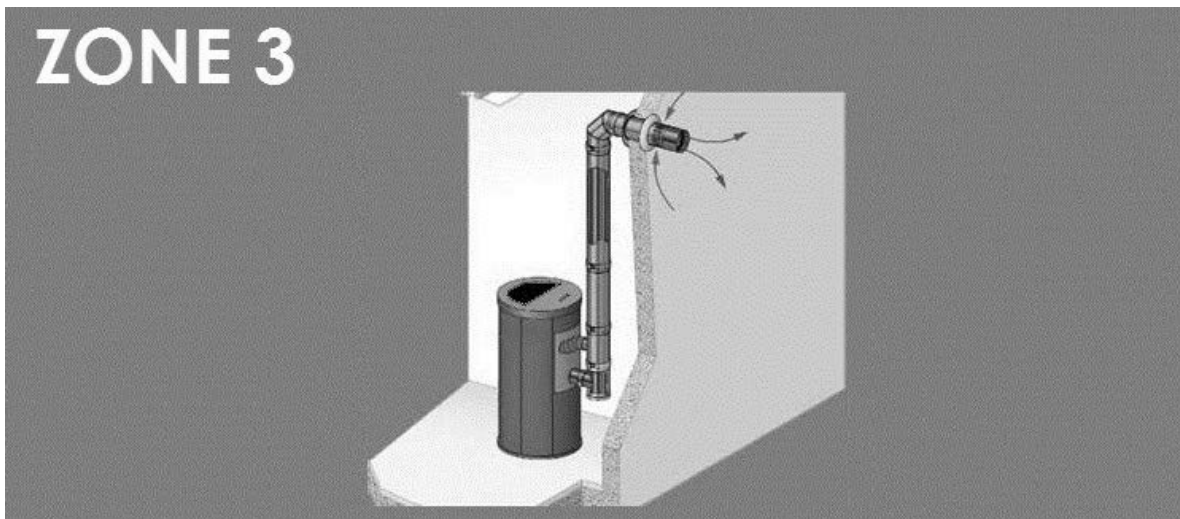
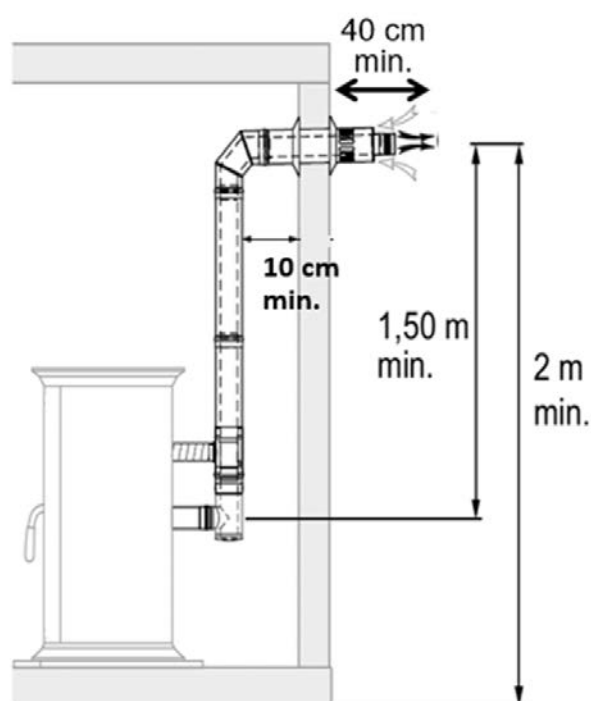

Fig. 15 - Schéma de principe du système concentrique avec terminal horizontal (ZONE 3)
Fig. 16 - Exemple: Zone 3
- En ce qui concerne les BRANCHEMENTS, voir **Fig. 15** et **Fig. 16** à la page suivante.
ATTENTION AU VENT DOMINANT ! Le tirage « naturel » de votre conduit de fumée qui a été consolidé/confirmé par le ramoneur reste sujet aux variations climatiques, comme par exemple Fig. 15 le vent (dominant) qui ajoute ou enlève du tirage au conduit. Par conséquent, ces variations peuvent causer des alarmes de dépression de la part du logiciel du poêle (voir le chapitre dédié aux alarmes).